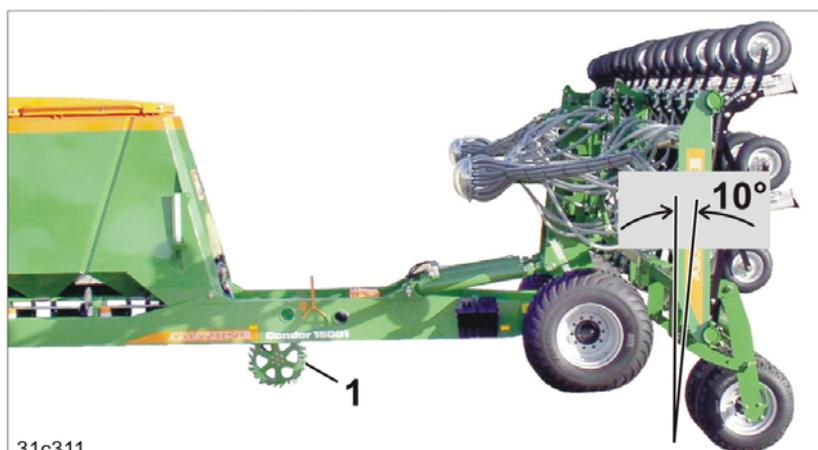

Fig. 207 31c311
4. Den Heckrahmen bis ca. 10° vor der Senkrechtstellung anheben (siehe Fig. 207).
- Das Betätigen des Steuergerätes *gelb* bewirkt das Anheben des Spornrades (Fig. 207/1).
Die Neigung des Heckrahmens (siehe Fig. 207) evtl. korrigieren.